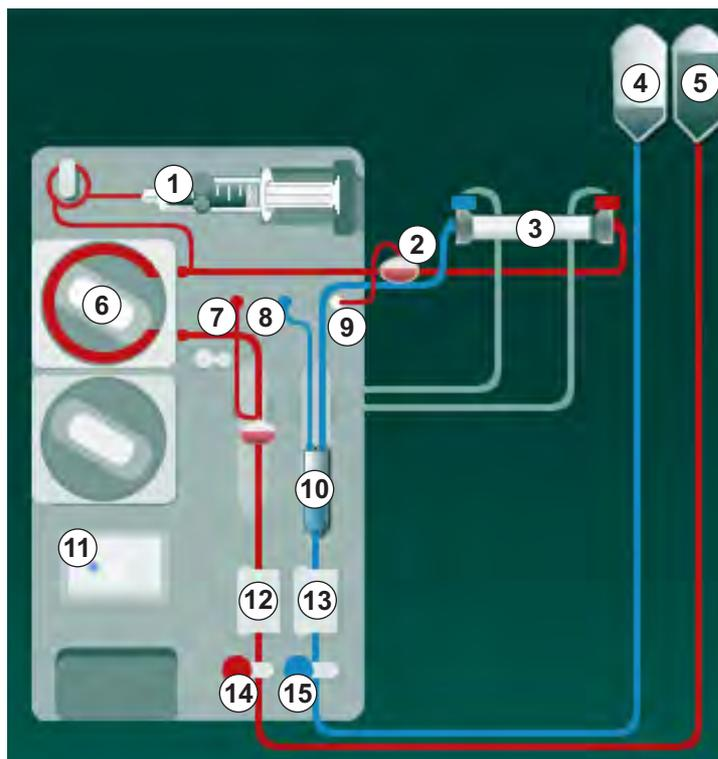

Fig. 5-8 Inserção de sistema de linha de sangue para escorvamento bolsa a bolsa
2. Retire os acopladores do dialisador da ponte de enxague e conecte-os ao dialisador (Fig. 5-8 Inserção de sistema de linha de sangue para escorvamento bolsa a bolsa (101), ③) quando instruído pelo equipamento de diálise. Observe o código de cores: